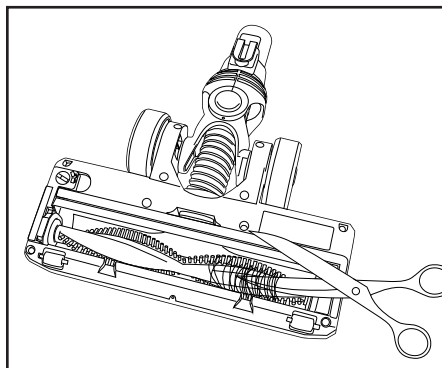

Fig. 3
2. Utilisez des ciseaux pour éliminer toute accumulation enchevêtrée autour du rouleau-brosse (Fig. 3).